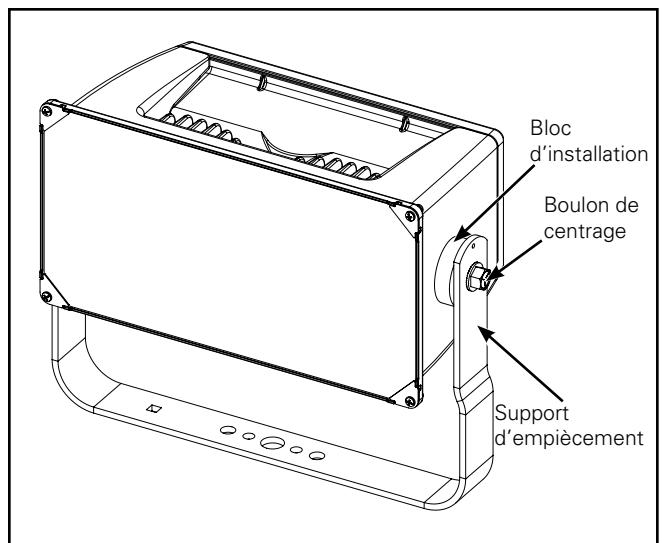

Figure 3.
Montage par Empiècement (Figure 3)
2. Dévissez les deux (2) boulons du centre sans les retirer) (Figure 3).